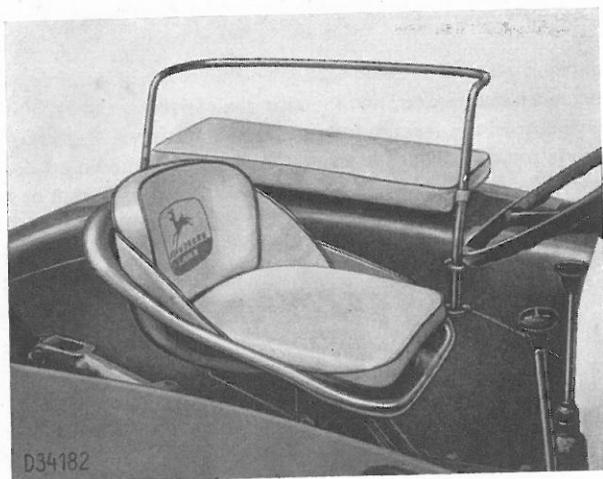

fig. 223 Coussin de siège
20. Coussin pour siège de conducteur (fig. 223).